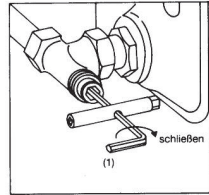

Bild 4
- 2.2 Ventilkugel mit Sechskantschlüssel SW 4 (1) durch Rechtsdrehen schließen (Bild 4).